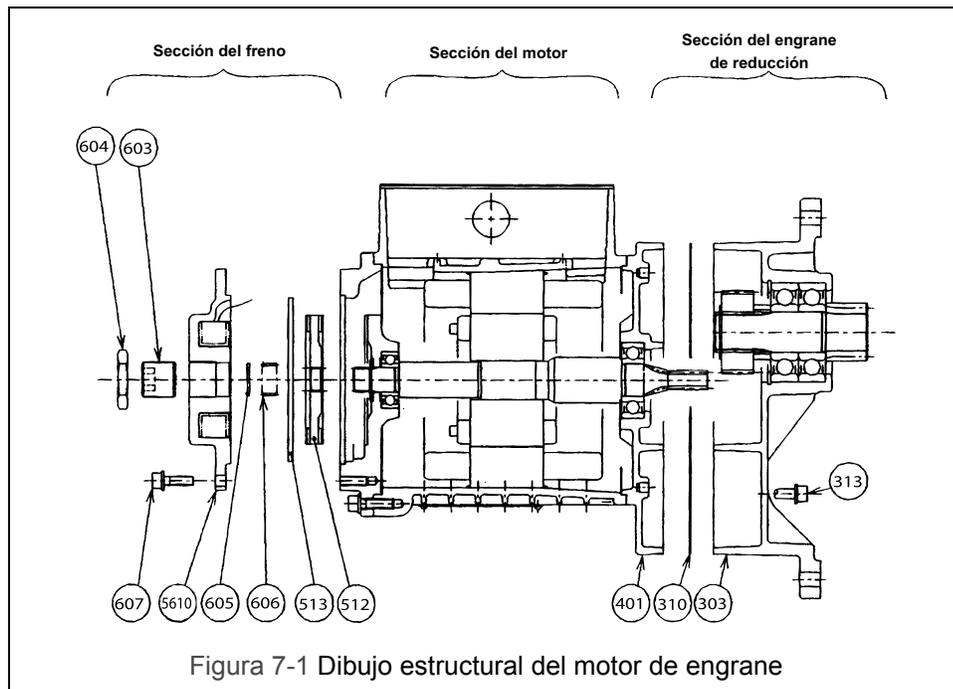

Figura 7-1 Dibujo estructural del motor de engrane
- b) Para limpiar y lubricar el engrane de reducción en el motor de engrane consulte la Figura 7-1 y desmonte como se indica a continuación:
- (1) Desconecte los pernos de enchufe 313.
- (2) Desmonte la caja de engranes A 303 de la caja de engranes B 401.
- (3) Retire el empaque de la caja de engranes 310.
- (4) Limpie los componentes y vuelva a lubricar usando uno de los lubricantes aprobados tomados de la Tabla 6-1 en Sección 6.0.
- (1) Vuelva a ensamblar en el orden inverso del procedimiento de desmontaje.
- (2) Cubra la parte roscada de los pernos de enchufe 313 con Loc-Tite u otro pegamento similar.
- (3) Una vez ensamblado, libere el freno y asegúrese de que los engranes se hayan combinado de manera apropiada girando el piñón con la mano.
- c) Para limpiar, lubricar y ajustar el freno en el motor de engrane consulte la Figura 7-1 y desmonte como se indica a continuación:
- (1) Retire el conjunto de la bobina electromagnética 5610 retirando los pernos de enchufe 607.
- (2) Dado que el conjunto de la bobina electromagnética 5610 está cableada hasta la caja terminal del motor, tenga cuidado cuando maneje el cableado.
- (3) Retire el retén del resorte 605, el collarín del freno 606, la armadura 513 y el disco del freno 512.
- (4) Engrase ligeramente la parte curva del disco del freno 512 y las partes deslizantes de la armadura 513 con el lubricante MORISPEED grease No. 2, u otro similar.
- (5) Inspeccione el disco del freno para detectar si hay desgaste y cámbielo si es necesario. No permita la presencia de grasa o aceite en la superficie del disco del freno.